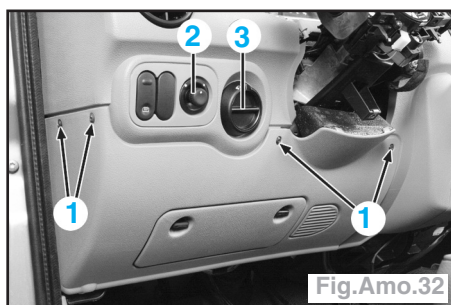

Fig.Amo.32
- les 4 vis (1) de l'habillage sous la colonne de direction (Fig.Amo.32).